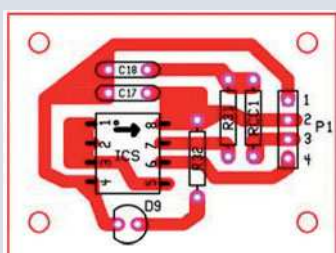

Figura 6: piano di montaggio dei componenti sulla scheda accelerometro (scala 1:1).
Lo schema (**figura 6**) è unico, diviso in due parti: nella parte racchiusa da un tratteggio, è raffigurato lo schema del circuito rivelatore di $\pm g$. Il connettore P1 è collegato al connettore P2 della scheda PIC, la chiamiamo così, da un cavetto a 4 conduttori; riceve l'alimentazione a +5Vdc, fra i contatti (2) e (1). ICS riceve l'alimentazione, livellata dalla capacità C17, fra i Pin (8) e (4). La Vout è prelevata dal Pin(7), filtrata dalla cella R31-C18, giunge a P1 e P2 sul contatto (3), mentre il contatto(4) degli stessi porta al Pin(6) del sensore la tensione di Test. Questo Test si effettua forzando il Pin(6) a +5V. Ora veniamo alla descrizione della Scheda PIC. La tensione a +12Vdc dell'auto è presente sui